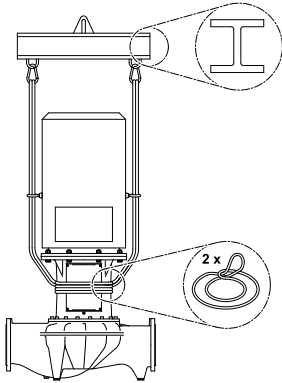

Fig. 32: Colocación de las correas de carga (Ejecución IL)
- Para elevarla con una grúa, rodee la bomba con unas correas apropiadas (tal y como se muestra en la Fig. 32/33). Coloque la bomba en los bucles de la correa, que se aprietan con el propio peso de la bomba.